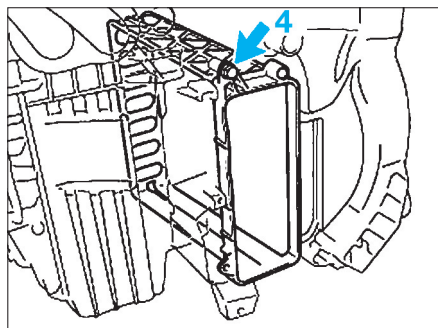

FIG. 20
- Déposer la vis de fixation (4) puis le boîtier de radiateur (fig. 20).